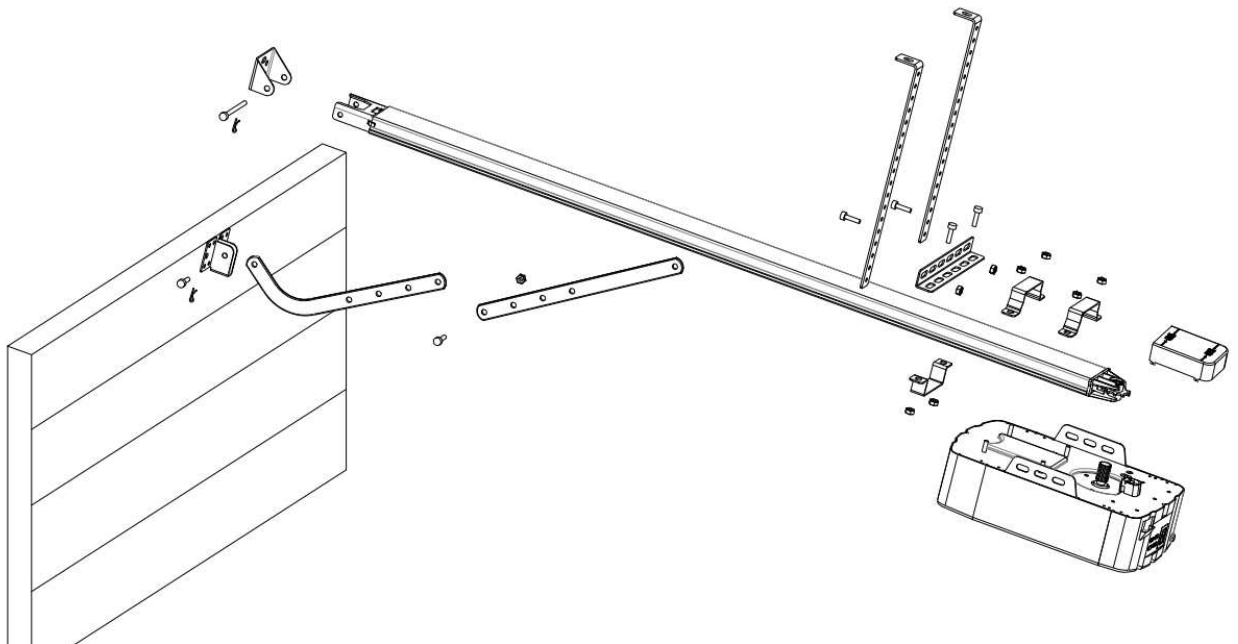
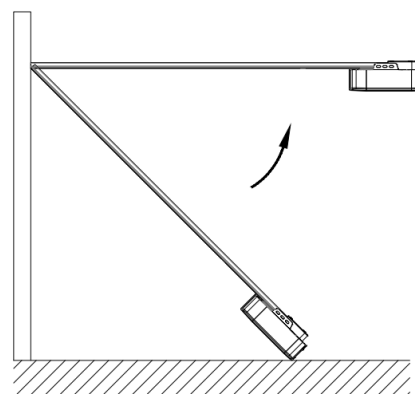
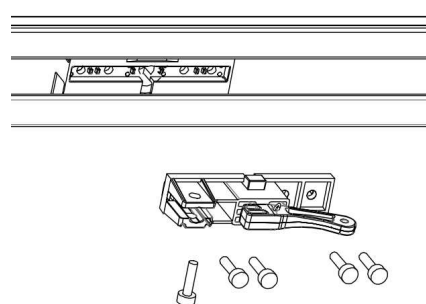

Bild 3
Figure 4
Figure 5
Schritt 1 (Bild.3)
Schritt 2 (Bild.3)
Schritt 3 (Bild 3, Bild 4)
Schritt 4 (Bild.3, Bild.5)
Befestigen Sie den Schlitten der Schiene (6x23) mit 4 Schrauben und schieben Sie dann den Schlitten bei geschlossenem Garagentor in den vorderen Bereich der Schiene. Nehmen Sie nun den Kurventorarm sowie das gerade Verbindndugsstück des Tormitnehmers. Befestigen Sie den Tormitnehmer wie auf der Abbildung 3 zu sehen an der Torblatt-Halterung unde am Schlitten der Schiene.